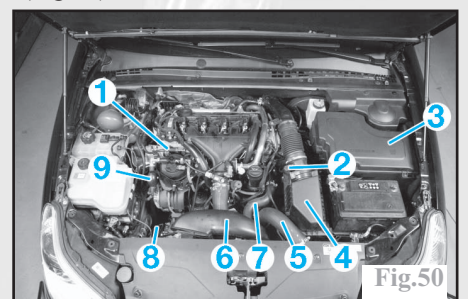

Fig.50
- la durit d'arrivée de carburant (9) (Fig.50).